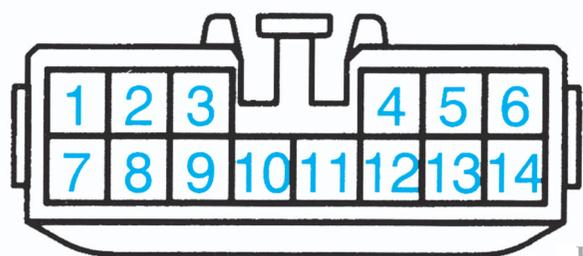

Fig.2
**Brochage du calculateur de climatisation (Fig.2)**